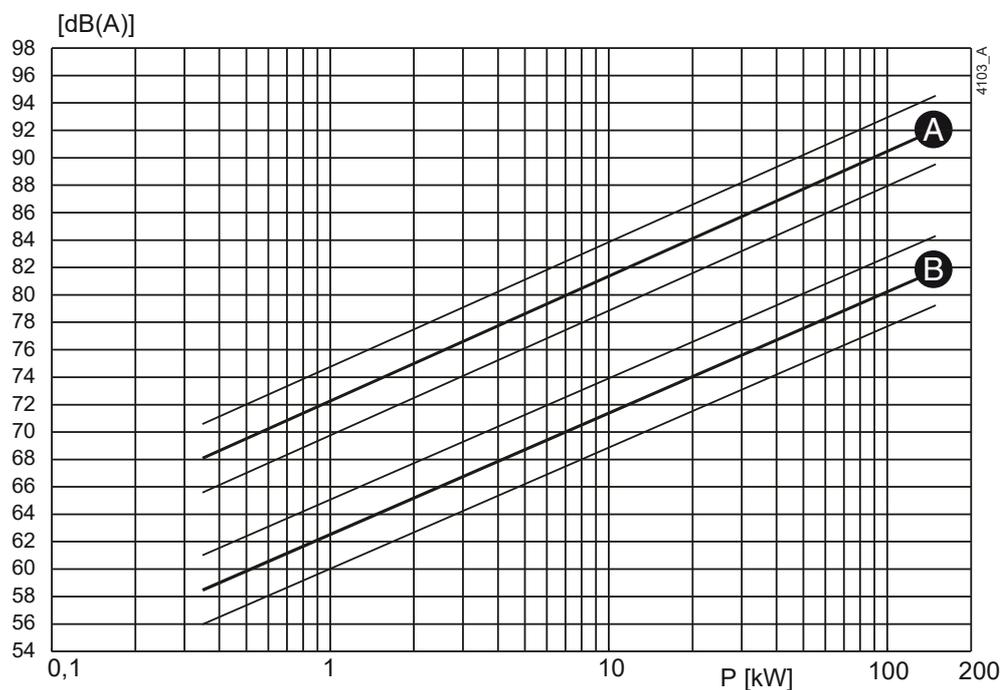
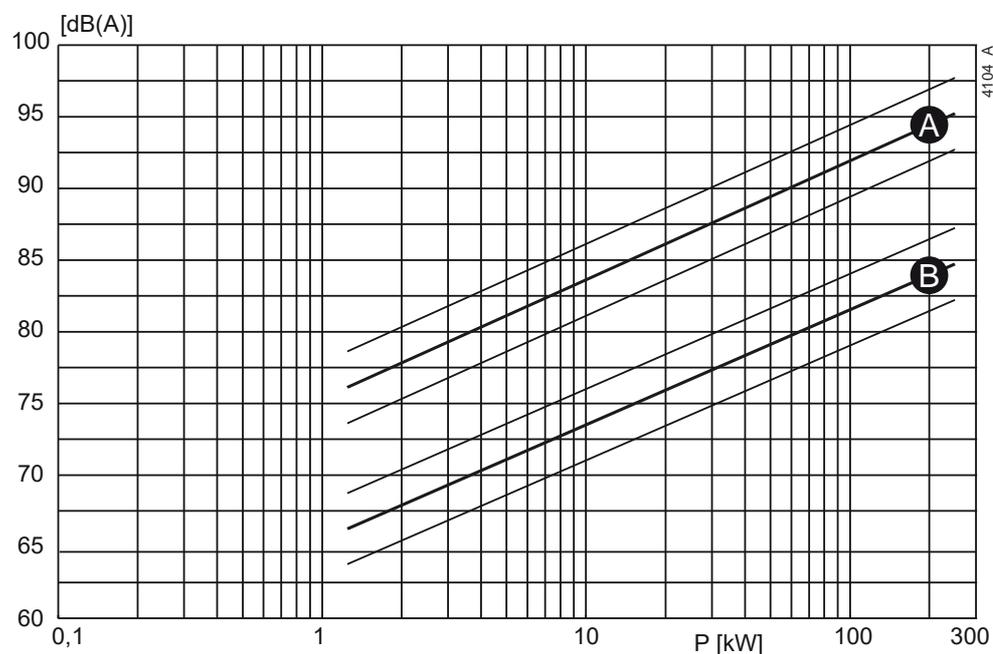

Figure 41: Niveau de bruit en fonction de la puissance de la pompe [kW] à 1450 min^{-1} .
Figure 42: Niveau de bruit en fonction de la puissance de la pompe [kW] à 2900 min^{-1} .
- 1 Déterminez le niveau sonore (L_1) de la pompe, voir figure 41 ou figure 42.